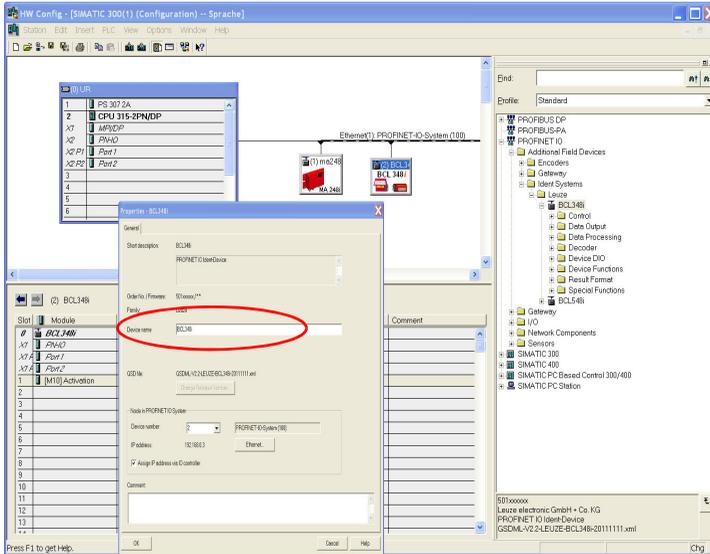

Figura 10.3: Asignación de direcciones IP a los nombres de los equipos
- Asignar los nombres a los dispositivos IO (figura 10.3...)